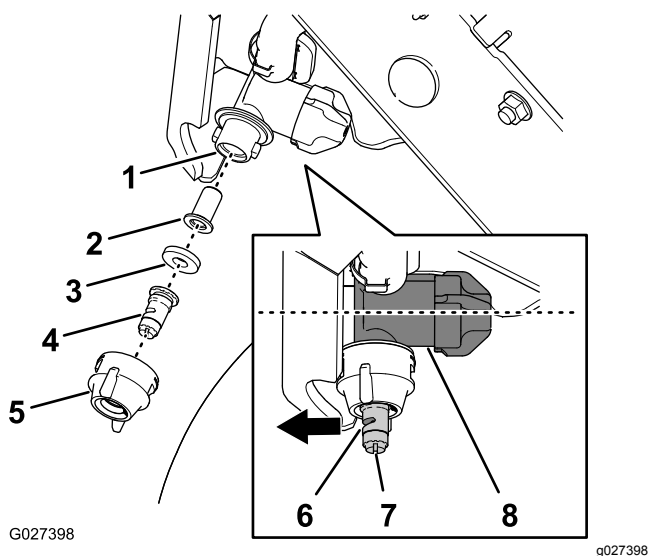

Figure 66
7. Tournez le chapeau de la buse de 90° dans le sens horaire (Figure 66).
1. Tournez le chapeau de buse de 90° dans le sens antihoraire et enlevez-le du corps de la buse (Figure 66).
2. Déposez la pastille, le joint et la crépine du corps de la buse (Figure 66).
4. Insérez la crépine dans le corps de la buse (Figure 66).
5. Placez la pastille et le joint dans le chapeau de la buse (Figure 66).
6. Posez la pastille, le joint et le chapeau sur le corps de la buse (Figure 66).
Remarque: Utilisez la fente pour faire tourner l'atomiseur (Figure 66) de la pastille vers l'avant